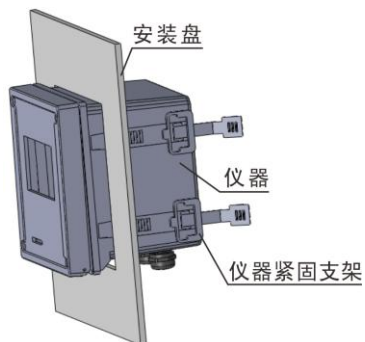

图 4.2.2
(2) 将仪器装入安装孔中, 然后用仪器自带的四个紧固支架将仪器卡紧在安装盘上, 如下图 4.2.2 所示: